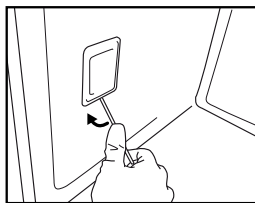

Fig. 7
3. Folosind o șurubelniță ascuțită drept pârghie, scoateți capacul becului (Fig. 7).